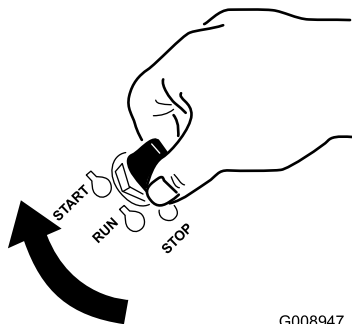

Figura 18
1. Gire la llave de contacto a la posición de Arranque (Figura 18).